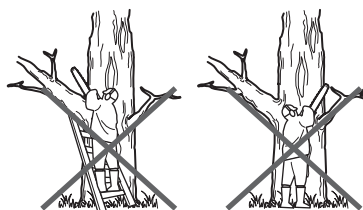

Fig. 31
- > Ne tenez jamais l'appareil à bout de bras, et n'essayez pas de couper dans des endroits difficiles à atteindre. N'utilisez pas l'appareil debout sur une échelle. Ne le tenez jamais au-dessus des épaules (Fig. 31).